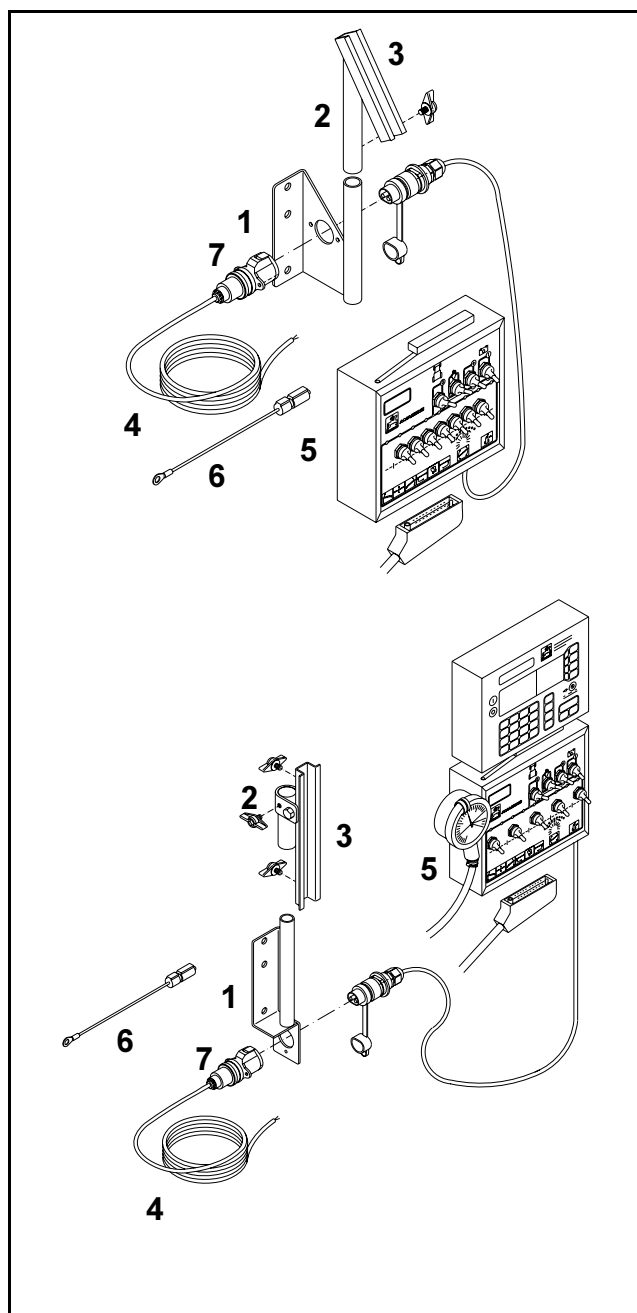

Рис. 22
Основной кронштейн (Рис. 22/1) для установки штатива (Рис. 22/2) с шляповидной направляющей (Рис. 22/3) и кабель для подключения к аккумулятору (Рис. 22/4) установите в кабине трактора так, чтобы пульт управления (Рис. 22/5) находился в поле зрения и досягаемости водителя.
- Кабель для соединения с аккумулятором (Рис. 22/4) подсоедините непосредственно к аккумулятору трактора (12 В) и уложите соответствующим образом.
- Линейный соединитель (Рис. 22/6) с предохранителем (16 А) подключите к проводке коричневого цвета и соедините с положительным полюсом аккумулятора трактора.
- 3-полюсный разъем (Рис. 22/7) закрепите на основном кронштейне (Рис. 22/1).